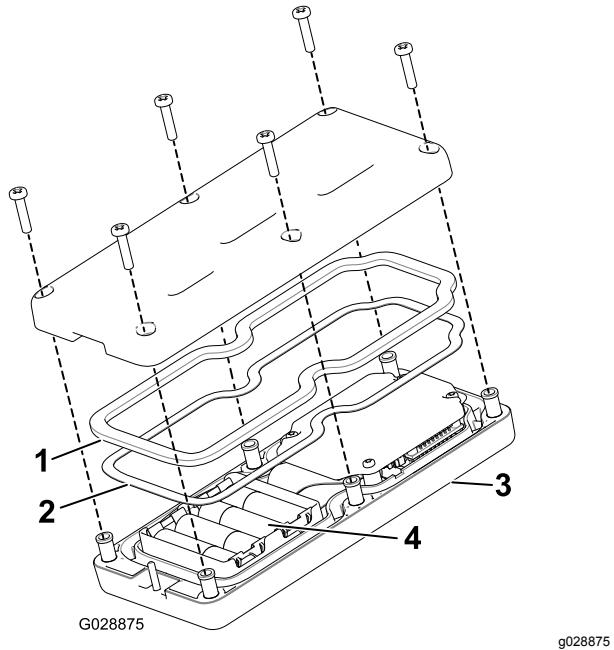

Figure 46
3. Retirez les 6 vis au dos de la télécommande et déposez le couvercle (Figure 46).
5. Placez chaque pile neuve dans un des emplacements du logement en respectant la polarité. (Si les piles ne sont pas installées correctement, la télécommande ne sera pas endommagée, mais elle ne fonctionnera pas). Les marquages de polarité sont gravés sur le logement pour chaque borne (Figure 46).
6. Si vous enlevez accidentellement le joint en caoutchouc et le joint en acier, remettez-les avec précaution dans la gorge de la télécommande portable (Figure 46).
7. Remettez le couvercle en place et fixez-le avec les 6 vis retirées précédemment (Figure 46), serrées à un couple de 1,5 à 1,7 N·m.